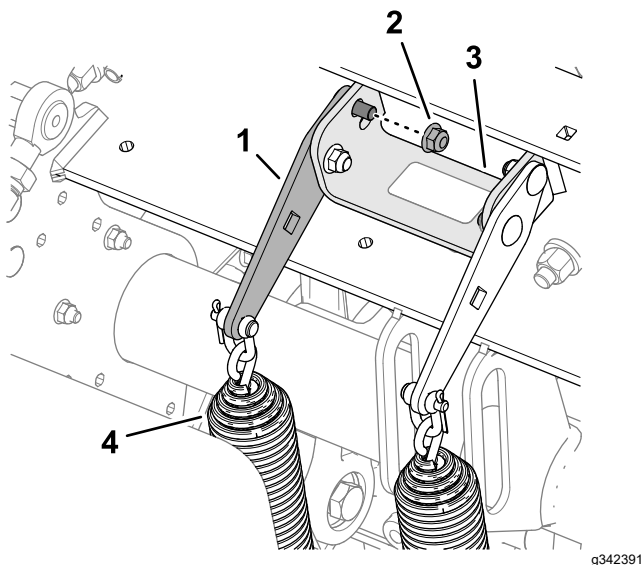

Figura 109
2. Desaperte a porca de bloqueio e o parafuso de carroçaria frontais para prender a placa da mola tensora ao suporte de apoio da cabeça de perfuração (Figura 109).